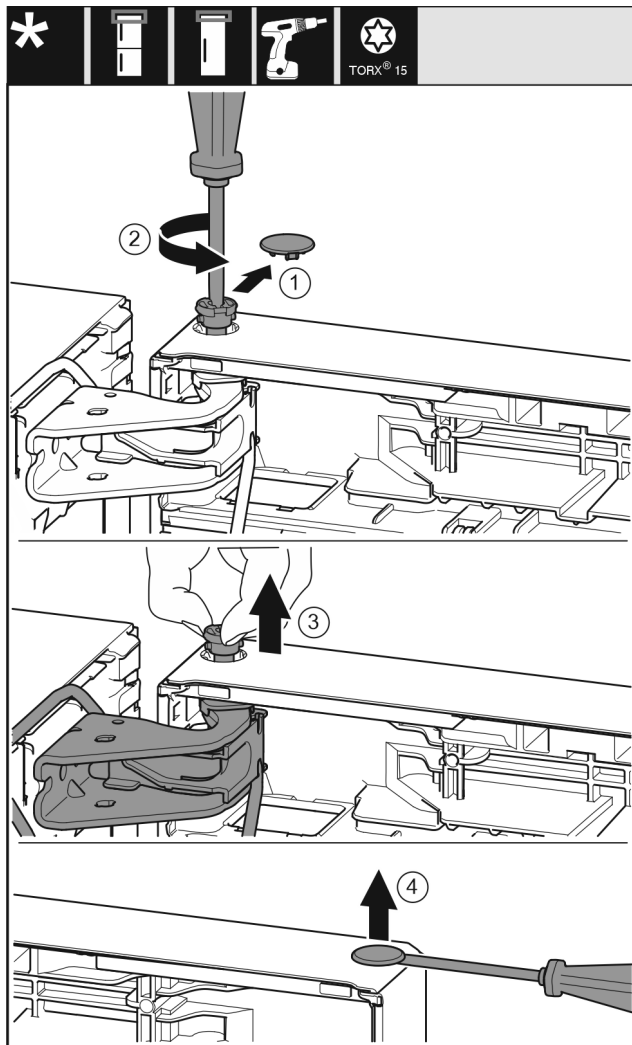

Fig. 10
- ▶ Opatrne vytiahnite poisťný kryt. Fig. 10 (1)
- ▶ Skrutkovačom T15 trochu vyskrutkujte čap. Fig. 10 (2)
- ▶ Pevne držte dvere a čap vytiahnite prstami. Fig. 10 (3)
- ▶ Plochým skrutkovačom opatrne nadvihnite a vyberte zátku z puzdra ložiska dverí. Fig. 10 (4)